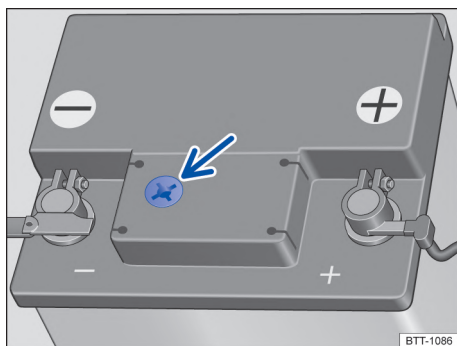

Fig. 187 En el compartimento del motor: ejemplo de posición del visor en el lado superior de la batería del vehículo.
- El visor redondo → fig. 187 en la parte superior de la batería del vehículo cambia de color dependiendo del nivel del electrólito.